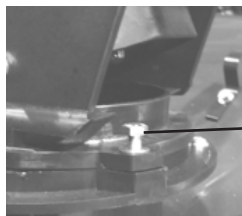

Abb. 10
3. Setzen Sie die Sechskantschraube in das Loch am Auswurfschacht ein und ziehen Sie sie fest siehe Abb. 10+11.
2. Drücken Sie den Primer-Knopf 2-3 mal. Falls die Maschine warm ist drücken Sie den Knopf nur einmal. Siehe Abb. 10.